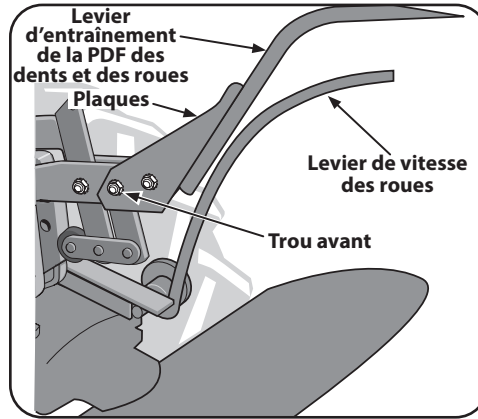

Figure 3-7
3. Glissez les plaques à l'extrémité du levier de la prise de force (PDF) des dents et des roues sur les plaques de pivot. Voir Figure 3-7. Pour que l'étape suivante soit plus facile, insérez temporairement une vis dans les trous le plus en avant des plaques de pivot et du levier.